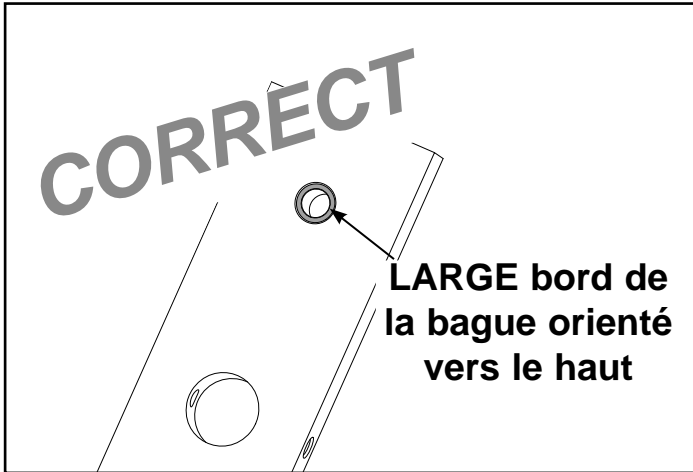

Figure 6A
- H. Installez minutieusement les plaques de poids, une par une. **REMARQUE :** Lorsque vous installez les plaques de poids, positionnez-les de sorte que les larges bords des bagues soient orientés vers le haut et les bords étroits des bagues soient orientés vers le bas. Reportez-vous aux figures 6A et 6B.